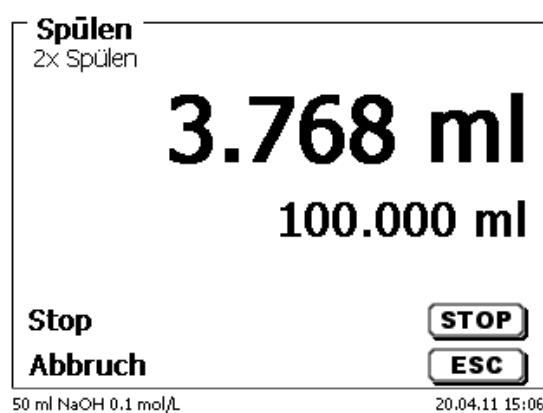

Abb. 23
- 1 Der Spülvorgang (Abb. 23) kann jederzeit mit <STOP> abgebrochen und mit <START> fortgesetzt werden.